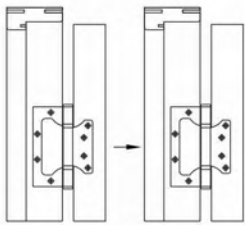

Рис.17
5.1.5. Отрегулируйте правильность установки коробки с помощью строительного уровня в горизонтальной и вертикальной плоскости. На дверной коробке, так же как и на полотне, сделаны метки под установку петель. Навести полотно на дверную коробку, закрепив петли на дверной коробке с помощью 4 саморезов, которые входят в комплект (рис. 17).